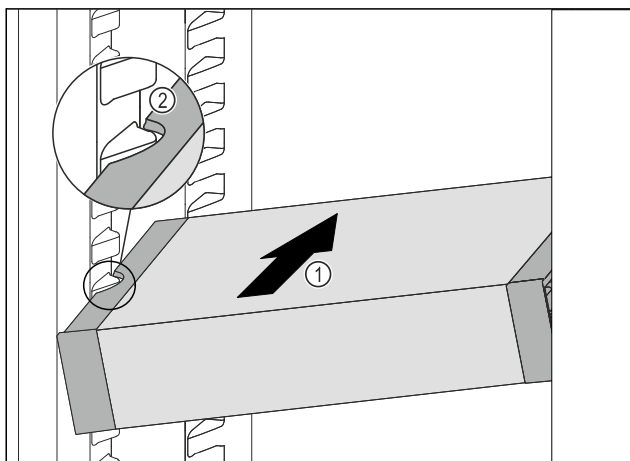

Fig. 82
- ▶ VarioSafe zasúvajte šikmo do chladničky Fig. 82 (1), kým sa bočné vybrania Fig. 82 (2) VarioSafe nebudú nachádzať vo výške rebra nádoby v chladničke.